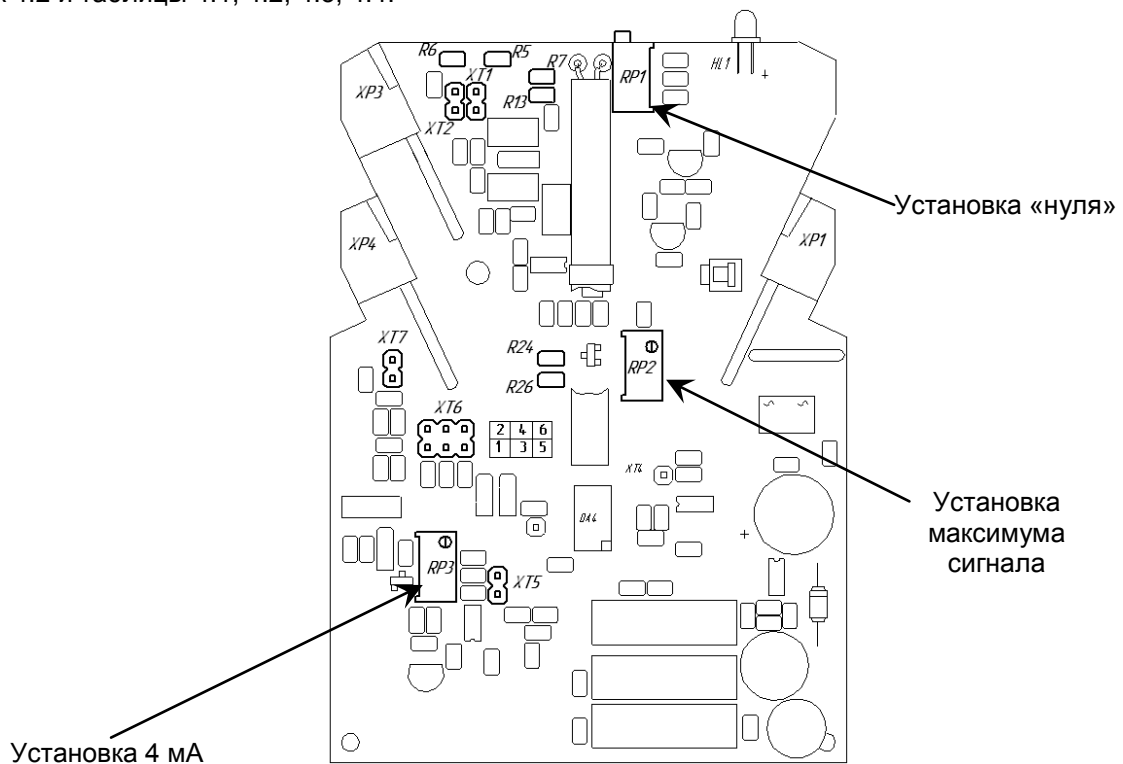

Рисунок 4.2 - Схема расположения органов регулирования и элементов настройки БПТ-21
4.2.4 Для изменений настроек БПТ-21 на другие входные/выходные сигналы используйте рисунок 4.2 и таблицы 4.1, 4.2, 4.3, 4.4.